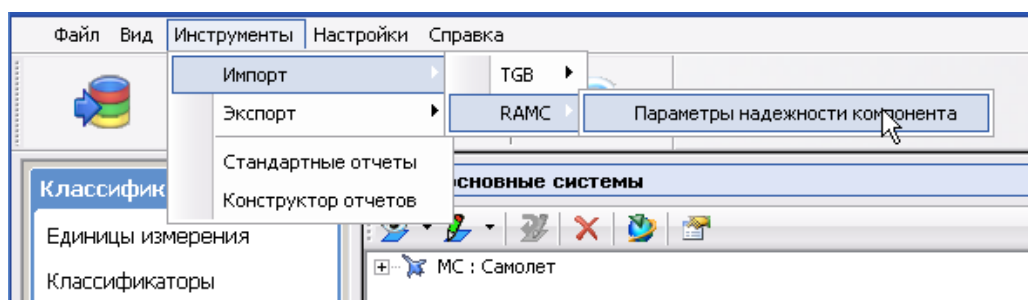

Рис. 16-4
1. В главном меню программы выберите **Инструменты** → **Импорт** → **RAMC** → **Параметры надежности компонента** (рис. 16-4).